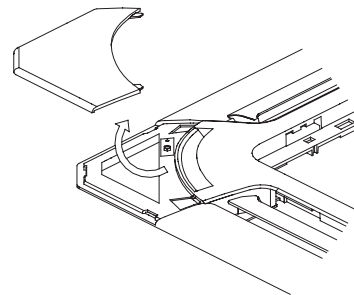

Рис. 4-6
- Ослабьте болты, крепежные тросы, а затем снимите заглушки (рис. 4-6)